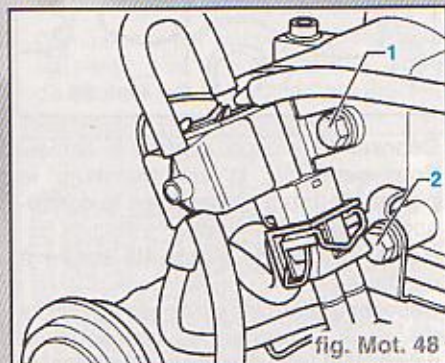

fig. Mot. 48
- Déposer les vis de fixation du clapet de recyclage des gaz d'échappement (1) ainsi que du support du guide-câbles (2) (fig. Mot. 48).